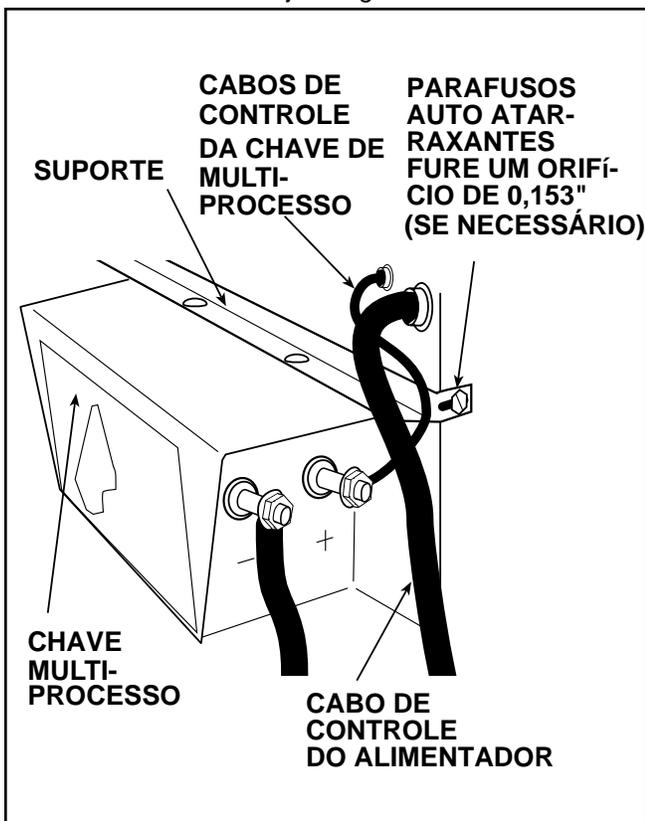

FIGURA C.3 - FIXAÇÃO DO SUPORTE DA CHAVE MULTI-PROCESSO.
5. Fixe o suporte da CHAVE MULTI-PROCESSO de forma transversal na frente da fonte com a borda para baixo. Use os parafusos auto-atarraxantes longos e as arruelas fornecidas. O suporte deve estar do lado de fora do painel lateral. Veja a Figura C.3.
6. Posicione a CHAVE MULTI-PROCESSO na parte frontal da fonte. Veja a Figura C.3.
7. Guie o cabo de controle da CHAVE MULTI-PROCESSO através da caixa de prensa cabo até a barra de terminais. O cabo de controle do alimentador também é guiado através da mesma caixa. Veja a Figura C.3.